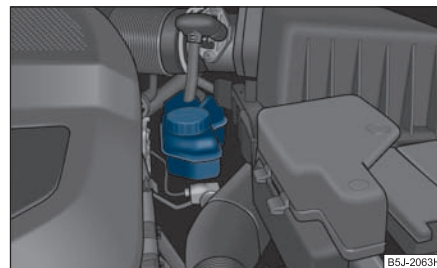

Fig. 180 Compartiment moteur: Réservoir de liquide de frein
- Contrôlez le niveau de liquide de frein dans le réservoir ⇒ fig. 180. Celui-ci doit arriver entre les marques « MIN » et « MAX ».